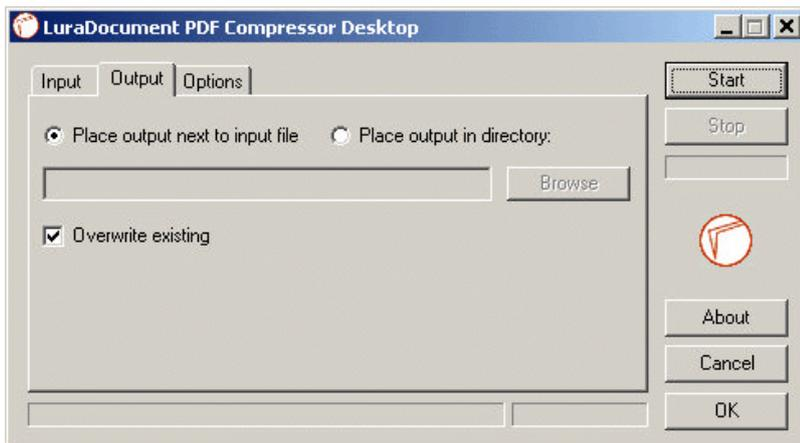

Abbildung 2: Einstellung Lura Karte 2
- 4) Auf Karte 3 die Option "Delete input file" wählen! Abb.: 2